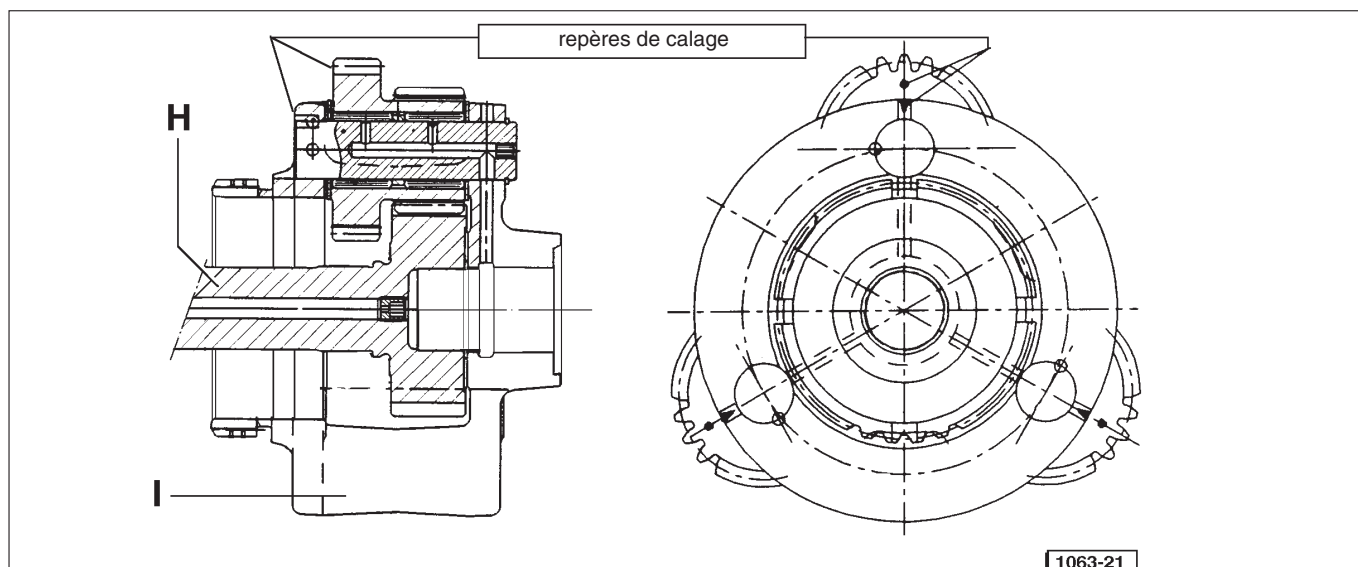

Fig. 8 - Calage du réducteur épicycloïdal de l'ensemble Powershift.
- Prémont "à l'établi" l'arbre LOW - **H** réf.007.6139.3/40 muni du flasque porte-satellites **I** réf. 008.5677.0, (Fig. 8);
- Les satellites, au montage de l'arbre, doivent être positionnés de manière que les repères gravés sur ceux-ci coïncident avec les repères effectués sur le flasque porte-satellites (Fig. 8);